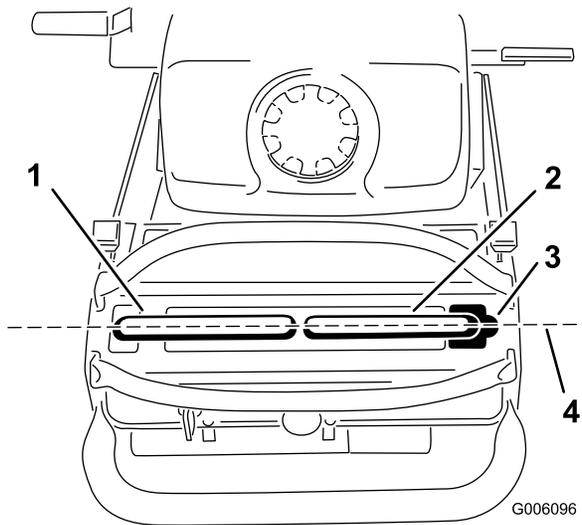

Figure 56
Important: Assurez-vous que l'alignement des roues de la machine est correct après avoir réglé les leviers de commande de déplacement. Une fois ce réglage effectué, il est possible que les leviers de commande de déplacement ne s'alignent pas exactement d'avant en arrière (Figure 56).
- Une fois l'alignement horizontal effectué, vérifiez l'alignement avant/arrière (Figure 56).